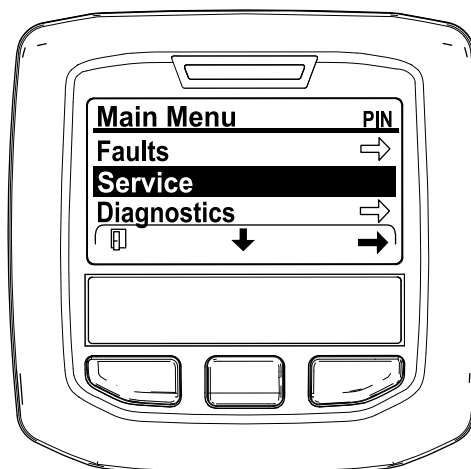

図 43
2. メインメニューMAIN MENU画面で、中央ボタンを押して整備SERVICEメニューへ移動し、右ボタンで整備SERVICEを選択する 図 43。